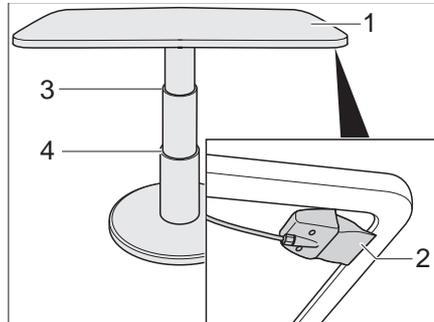

Bild 59 Hubtisch der Rundsitzgruppe
- Den Verriegelungshebel (Bild 59,2) nach oben ziehen und halten.
- Die Tischplatte (Bild 59,1) in der Mitte bis zum gewünschten Anschlag (Bild 59,3 oder 4) nach unten drücken.